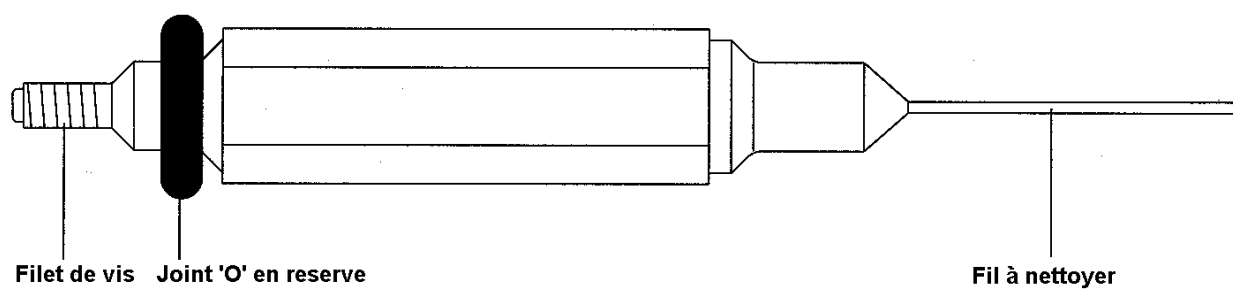

Fig. 15
5.2.2 Démontage et nettoyage de l'orifice capillaire (voir Fig. 15)